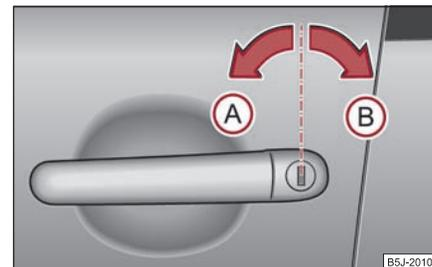

Fig. 36 Giros de llave para desbloquear y bloquear
- Gire hacia la izquierda la llave en el bombín de cierre de la puerta del conductor a la posición de apertura **A** ⇒ fig. 36.
- Gire hacia la derecha la llave en el bombín de cierre de la puerta del conductor a la posición de bloqueo (B) ⇒ página 45, fig. 36.